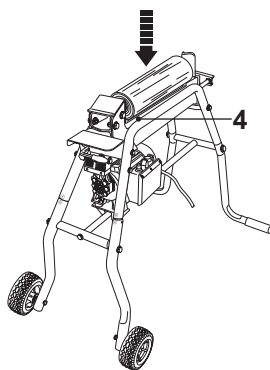

Fig. 6
- > Placez la bûche à l'horizontale sur le guide [4], en la centrant bien (Fig. 6).